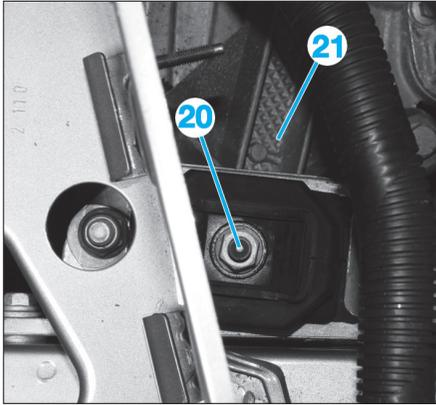

Fig. 19
- l'écrou (20) du support de boîte de vitesses sur le silentbloc (Fig.19),